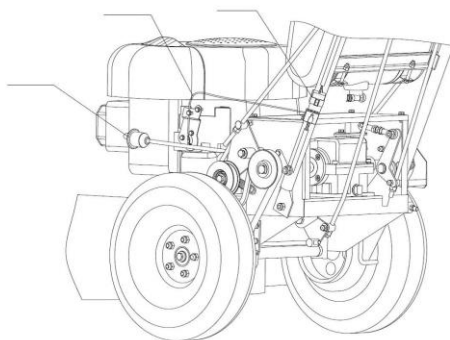

Figure 5
- Le câble d'accélérateur doit être connecté au moteur conformément aux instructions d'utilisation du moteur. Conduite du réservoir de carburant connectée à la conduite du moteur. (Les positions du filtre à carburant et de la connexion du câble d'accélérateur diffèrent considérablement selon les modèles de moteur). Voir la figure 5.